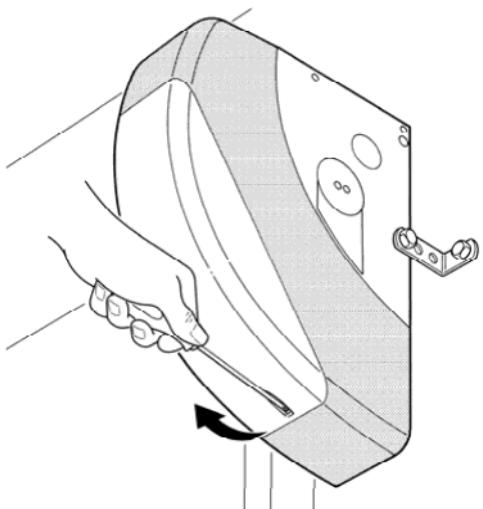

Fig. 5
- Чтобы снять защитный кожух и получить доступ к электронной плате управления SOON, выньте саморез и поднимите кожух вверх (Рис. 5).